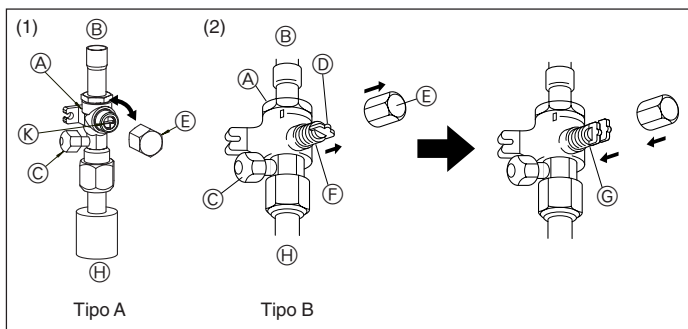

Fig. 4-6
- (1) Tipo A (Fig. 4-6)
- (2) Tipo B (Fig. 4-6)